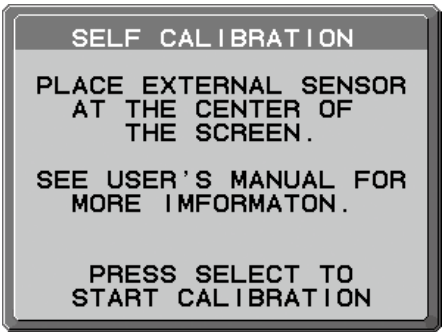

图 S.2
3. 该程序会请求外部将近程颜色分析器放置在显示面板的中心位置（图 S.2）。将外部近程颜色分析器放置在显示面板的中心位置，然后按 SELECT（选择）键。